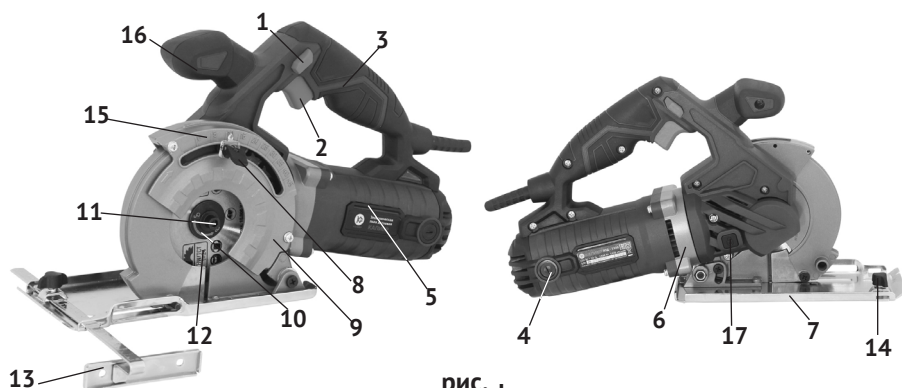

рис. 1
1.6 Общий вид пилы представлен на рис.1
1.7 Пила состоит из коллекторного двигателя в пластиковом корпусе (рис.1 поз.5) с закреплённой на нём рукояткой (рис.1 поз.3), состоящей из двух половин (правой и левой), скреплённых между собой. К корпусу двигателя крепится металлический редуктор (рис.1 поз.6). На корпусе редуктора закреплены неподвижные металлические кожуха (рис.1 поз.9), закрывающие пильный диск (рис.1 поз.12).
Крутящий момент с якоря электродвигателя, шестерёнчатым редуктором, передаётся на выходной шпиндель. На шпиндель пилы, между опорным и зажимным (рис.1 поз.10) фланцами крепится пильный диск (рис.1 поз.12). Это основной рабочий инструмент пилы.
1.8 Клавиша выключателя (рис.1 поз.2) расположена снизу, в передней части рукоятки (рис.1 поз.3). Во избежание самопроизвольного включения инструмента, выключатель снабжён блокировкой клавиши. Кнопка блокировки (рис.1 поз.1) расположена в передней части рукоятки, над клавишей выключателя. Включение пилы осуществляется нажатием на клавишу выключателя (рис.1 поз.2) указательным пальцем после нажатия и удержания кнопки блокировки большим пальцем. Пила отключается при отпускании клавиши выключателя, при этом кнопка блокировки (со щелчком) возвращается в исходное положение - «заблокировано». На защитном кожухе стрелкой указано направление вращения диска. Пила комплектуется патрубком, к которому можно подключить пылесос для эффективного удаления пыли из рабочей зоны.
- нажмите кнопку фиксации шпинделя (рис.1 поз.17);
- установить опорную плоскость направляющей плиты (рис.1 поз.7) на распиливаемую заготовку;
- ослабить винт (рис.1 поз.14) фиксации параллельного упора;
- вставить в отверстия и пазы направляющей плиты (справа или слева от пильного диска) линейку упора (рис.1 поз.13);
- зафиксировать винтом (рис.1 поз.14) установленный упор.
- открутить крышки щёткодержателей (рис.1 поз.4);